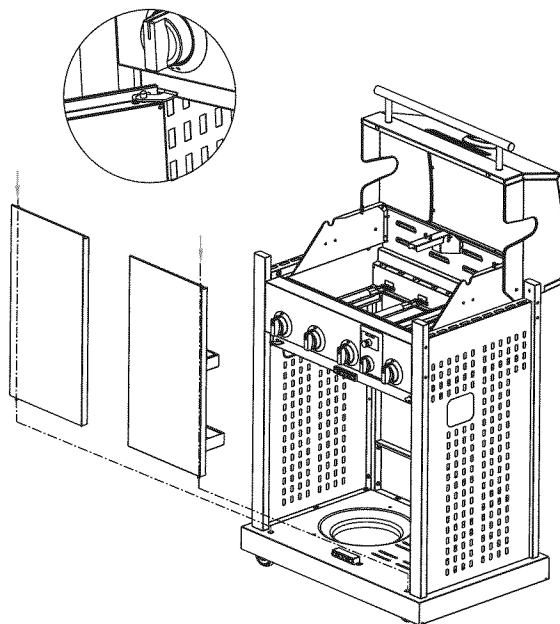

Fig. 8c
2. Introduzca la clavija inferior de la puerta izquierda en el orificio del estante inferior. Presione hacia abajo la clavija superior de la puerta, alineándola debajo del orificio del soporte de la clavija de la puerta, y libere la clavija para que se introduzca dentro del orificio como puede verse en la **Fig. 8c**.